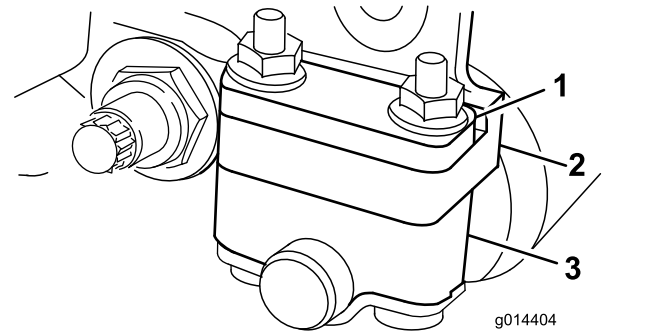
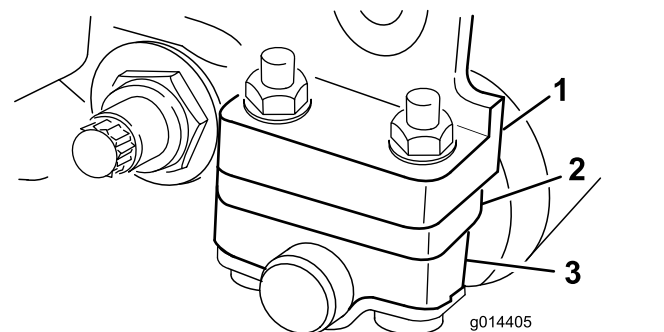

Figure 15
Figure 16
Selon la hauteur de coupe désirée, vous devrez placer les supports de rouleau arrière (Figure 15 ou Figure 16) en position haute ou basse :
- Placez l'entretoise au-dessus de la bride de fixation de la plaque latérale (réglage d'usine) lorsque les hauteurs de coupe sont comprises entre 1,5 et 6 mm, comme montré à la Figure 15.
- Placez l'entretoise en dessous de la bride de fixation de la plaque latérale lorsque les hauteurs de coupe sont comprises entre 3 et 25 mm, comme montré à la Figure 16.
- Placez les entretoises sur les boulons au-dessus ou au-dessous des supports de rouleau, selon le cas (Figure 15 ou Figure 16).